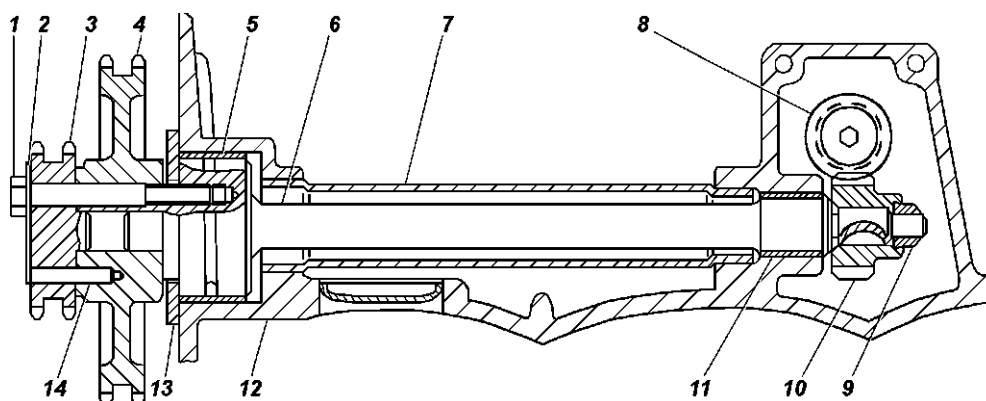

Рис. 4.31. Вал промежуточный:
- отверните болты фланца 13 (рис. 4.31) промежуточного вала;